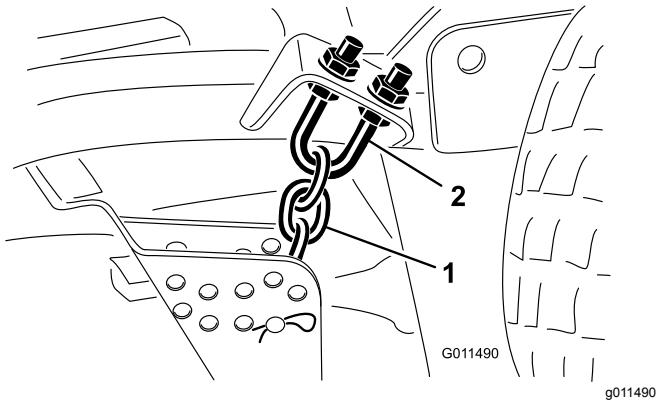

Figura 106
1. Afloje las contratuercas en la parte superior o inferior del perno en U de la cadena de altura de corte (Figura 106).